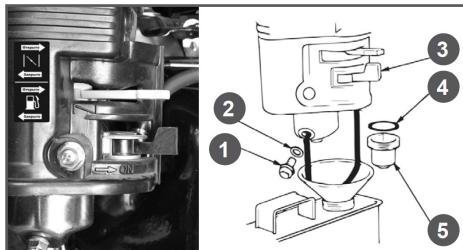

Рис.24 Обслуживание фильтра-отстойника карбюратора
- Установите рычаг топливного крана в положение «ЗАКРЫТО» (Рис. 24).